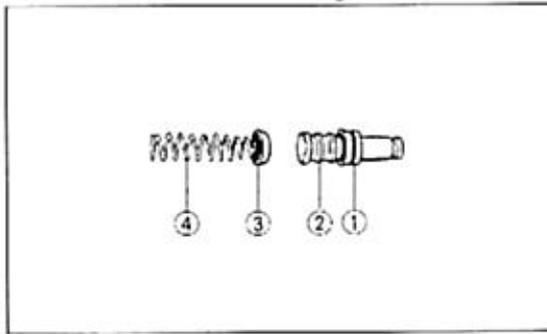

Bild 158
- Auffanggefäß bereitstellen und Gabelöl durch Pumpen (Zusammenschieben der Gabelrohre) herausbefördern (Bild 158).